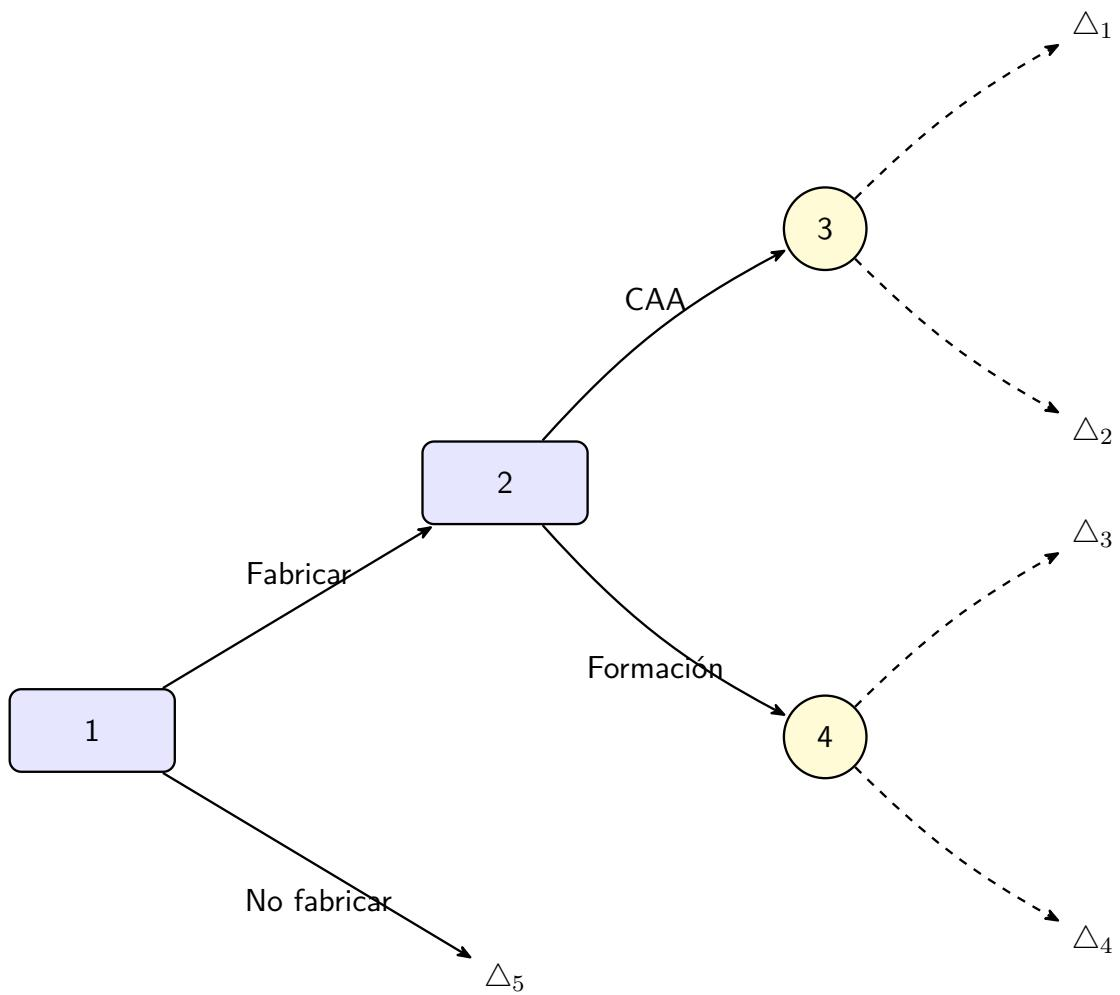

Figura 1.1: Diagrama de Transición del AFD del Ejercicio 1.
*Solución 1.1.1.* Nos quedaría el siguiente grafo de decisiones de la figura 1.1.